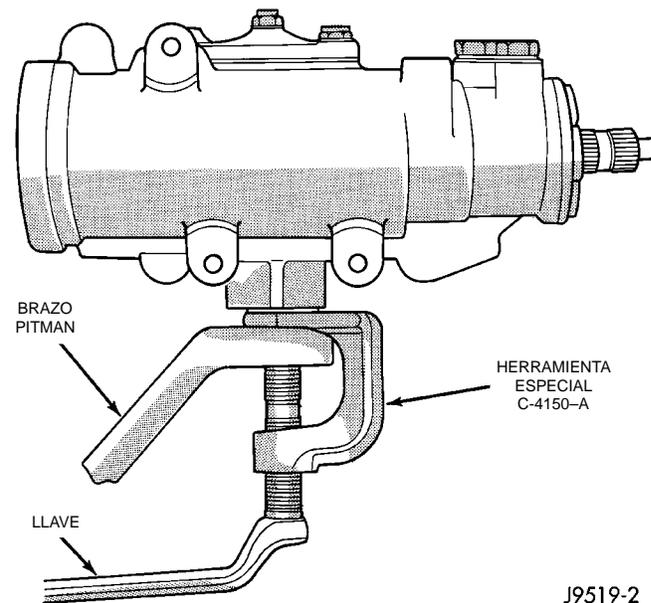

Fig. 3 Desmontaje del brazo pitman
- (4) Separe el brazo pitman del mecanismo con el Instalador C-4150A (Fig. 3).